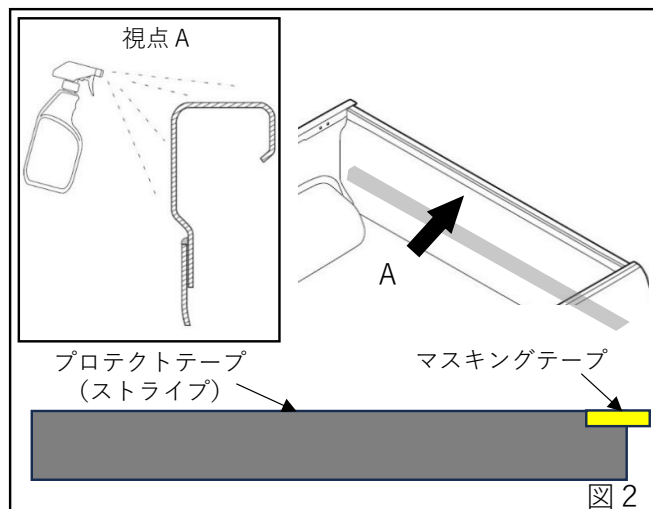

図 2
2. 図2に従い、網掛け部に施工液をまんべんなく吹き付ける。